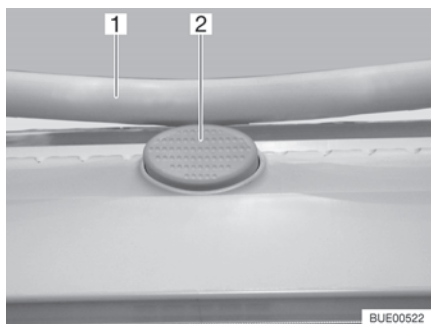

Bild 53 Låsknapp (Heki-taklucka)
- Tryck på låsknappen (Bild 53,2) och dra ner bygeln (Bild 53,1) med båda händerna.
- Tryck bygeln uppåt med båda händerna tills bygeln ligger ovanför låsknappen (Bild 53,2).